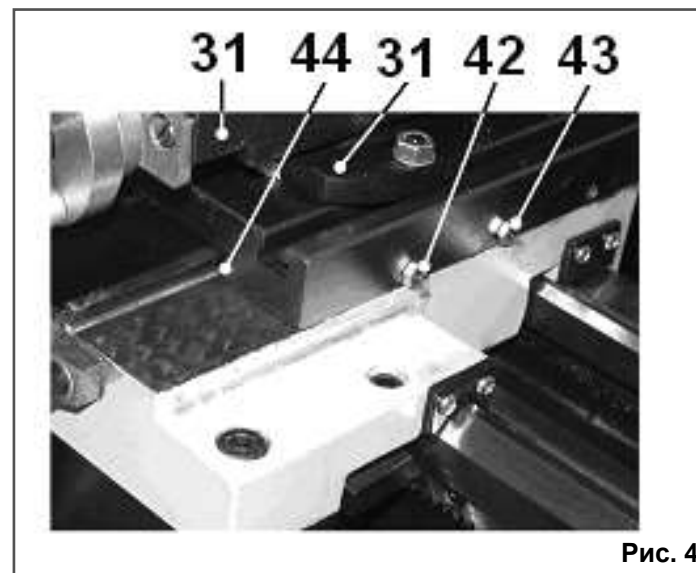

Рис. 4
9.2. Регулировка перемещения поперечного суппорта (Рис. 4, 5)